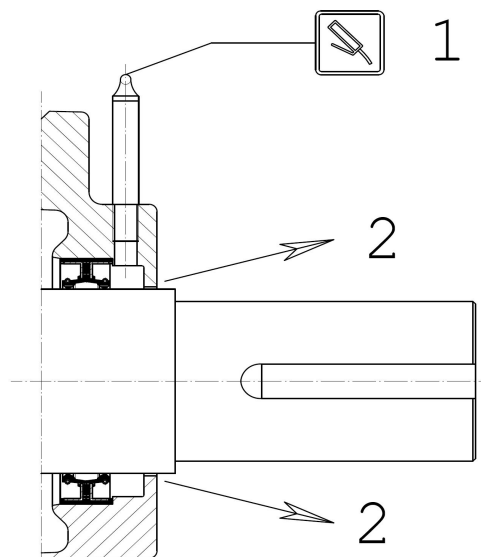

Рис. 1. Двойное манжетное уплотнение со смазочным ниппелем. Старая смазка должна выйти через зазор между крышкой и валом. (2)
4. Старая смазка должна выйти через зазор между крышкой и валом или лабиринтным уплотнительным кольцом (точка 2, рис. 1 и 2).